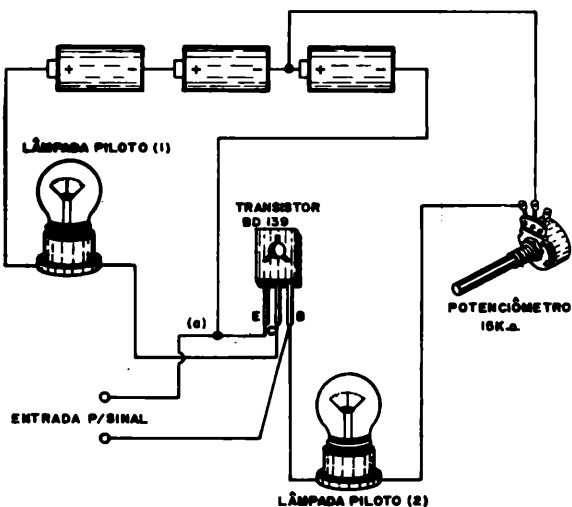

Figura 39
- 13) Deixe o circuito gerador de lado, por enquanto, e passe a ligar o circuito amplificador em configuração emissor comum, como se indica na figura 39. Observe os terminais marcados "entrada para sinal" e o ponto marcado (a). É através desses terminais que aplicaremos a tensão alternada que vem do nosso gerador CA e que vai representar o sinal de entrada. O terminal (A) do gerador será ligado ao ter-